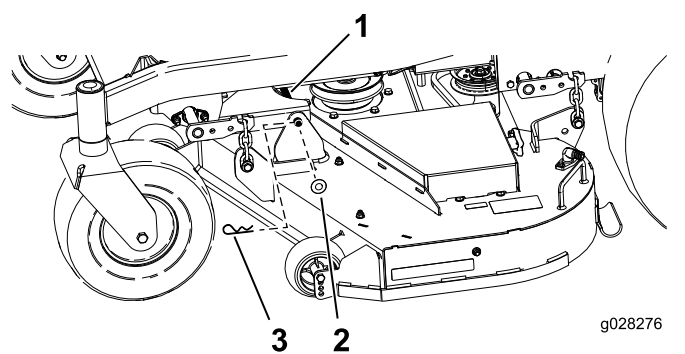

Figura 73
- Remova o perno de ganho e anilha que prendem o pino de articulação à estrutura e plataforma e remova a barra de ligação (Figura 73).
- Prenda o pino de articulação com os contrapinos e anilhas removidos previamente (Figura 73).